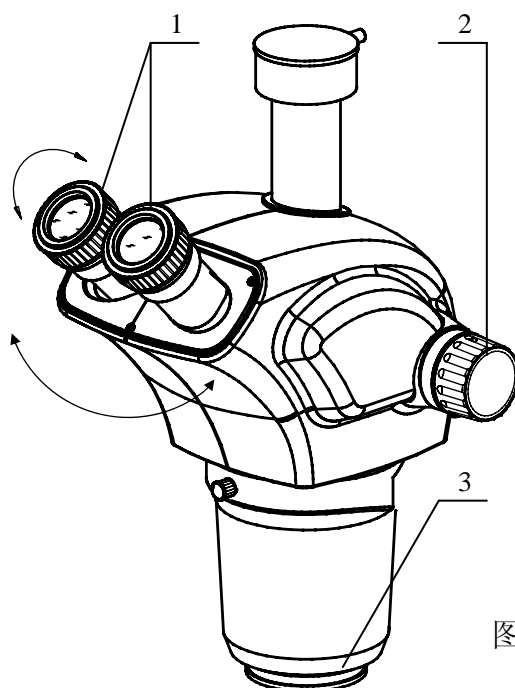

图 3
5.3-2 适当的瞳距能带来舒适的观察效果。瞳距的调节通过双目镜筒“旋转”来实现，参照图 3。
5.3-3. 如需使用附加物镜改变放大倍数，可直接将其旋进**物镜筒 3** 中，见图 3。